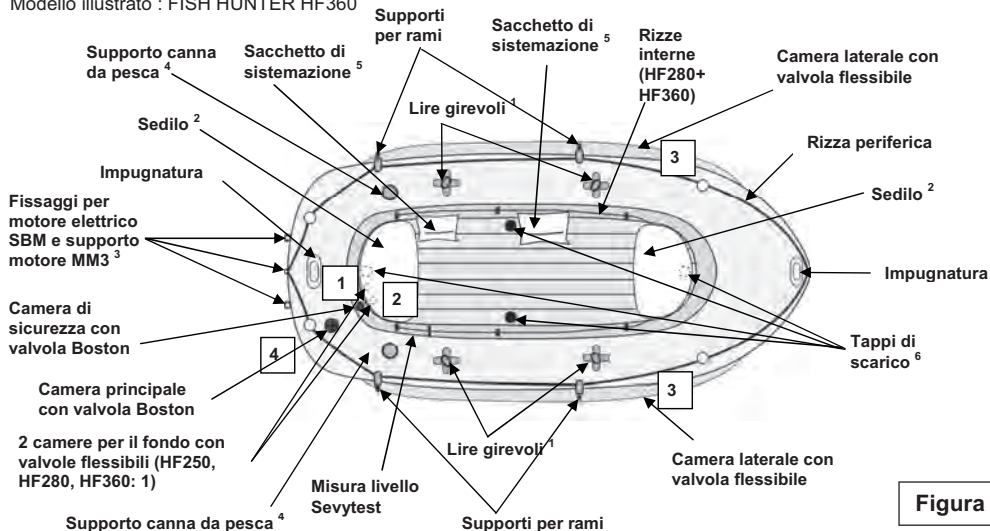

Figura 1
- a) Valvola(e) Boston (figura fronte) : svisi il cappuccio della valvola (1), avviti il corpo della valvola (2) nella base della valvola (3) ; abbia cura che il cappuccio resti accessibile. Inserisca l'estremità del gonfiatore nella valvola e gonfi fino a raggiungere il livello di pressione raccomandato (vedere punto 3). Dopo il gonfiaggio, chiuda bene tutte le valvole con il loro cappuccio (nel senso delle lancette d'un orologio). **N.B.** : una leggera fuga d'aria prima della chiusura è normale, solo il **cappuccio della valvole assicura la TENUTA STAGNA.**
2. Gonfi l'imbarcazione secondo l'ordine di gonfiaggio indicato sulla placca d'immatricolazione stampata sull'imbarcazione (vedere anche figura 1, la numerazione delle valvole).